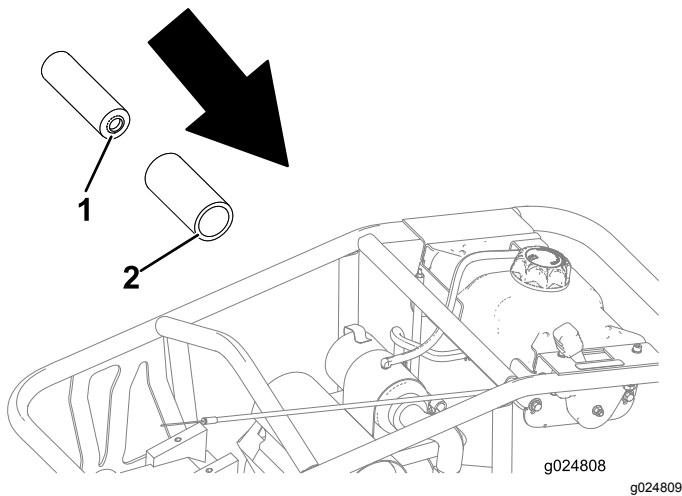

Figura 17
10. Instale los elementos del limpiador de aire y asegúrese de que están orientados correctamente (Figura 17).
Importante: Asegúrese de que los extremos abiertos de los elementos del limpiador de aire están orientados hacia dentro, hacia la máquina; la máquina no funcionará si los elementos no están orientados correctamente, debido a la restricción del flujo de aire (Figura 17).